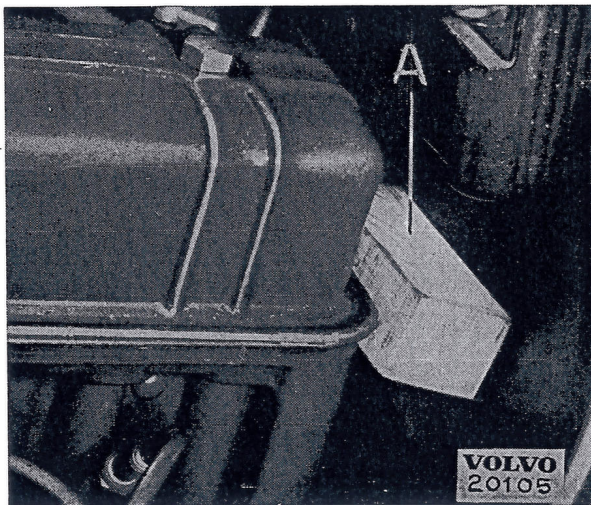

Bild 8. Stödkloss för motor.
4. Stöd under växellådan med en domkraft. Lossa och tag bort bärbalken under växellådan. Koppla av den främre kardanknuten från växellådans medbringare. Lossa hastighetsmätarkabeln. Sätt en tråkloss mellan motorn och torpeden (bild 8) och sänk ned domkraften.